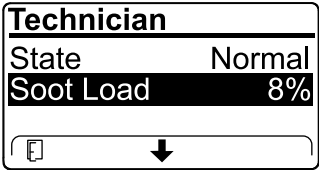

Figure 39
- Affichez la charge de suie mesurée dans le FAP sous forme d'un pourcentage (Figure 39) ; voir le tableau de charge de suie.